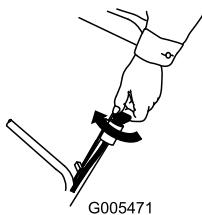
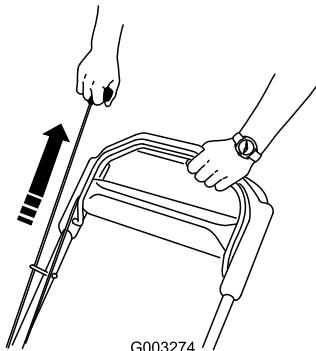

Figura 16
Figura 17
2. Gire la llave de contacto (modelo 20796 solamente) (Figura 16) o tire del arrancador de retroceso (Figura 17).